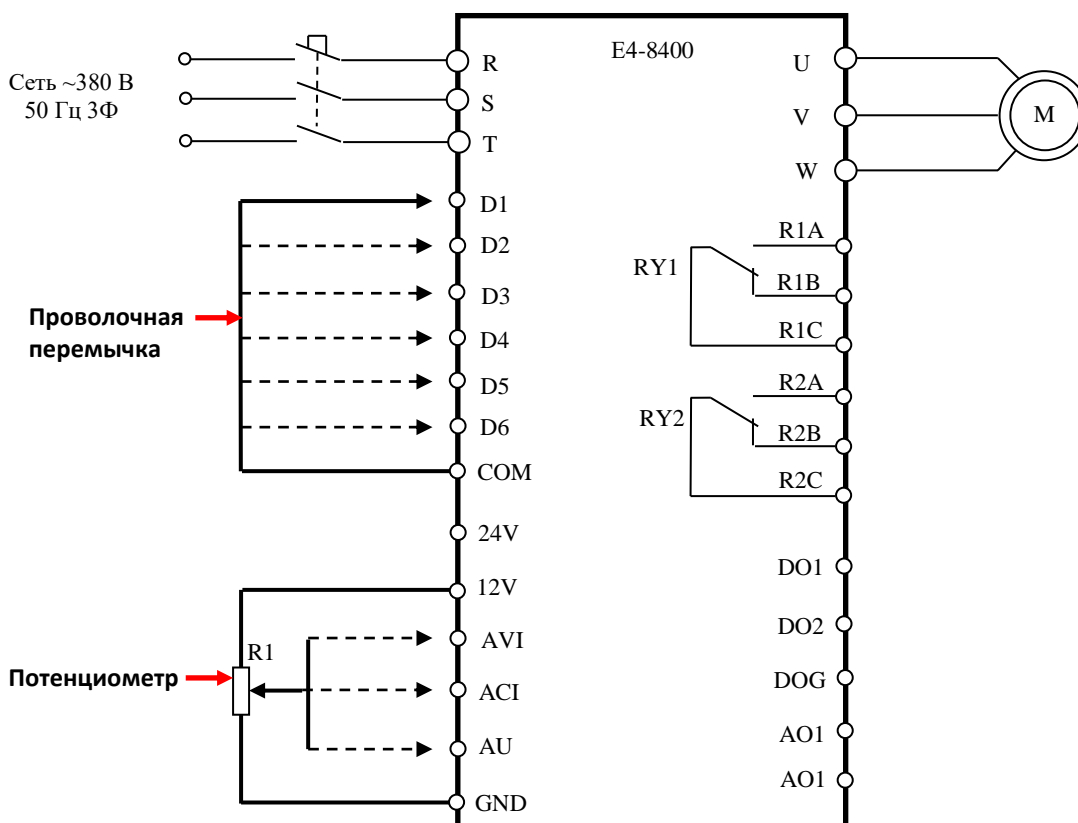
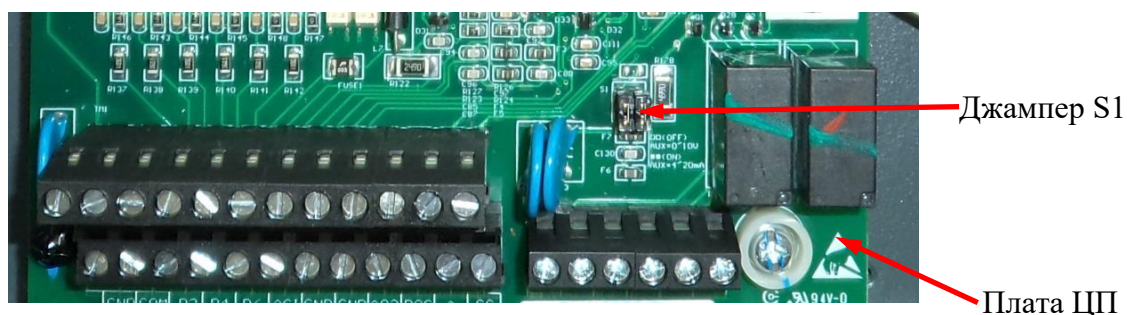

Рис.4.11
Рис.4.15
4.11.1. Подключить электродвигатель к выходным клеммам U, V, W (рис.4.11).
4.12.1. Присоединить один конец проволочной перемычки к клемме COM. Крайние выводы потенциометра присоединить к клеммам 12V и GND (рис. 4.11).
4.12.3. Вывести на дисплей пульта управления отображение состояния дискретных входов (параметр U1-10). Наблюдать индикацию согласно рис. 4.13. Поочередно подсоединяя свободный конец перемычки (см.рис.4.11) к клеммам D1...D6, наблюдать поочередное появление индикации на пульте управления (рис.4.14, а...е).
- 4.12.11. Снять джампер S1 на плате ЦП (рисунок 4.15). С помощью мультиметра измерить сопротивление между клеммами AUX и GND. Значение сопротивления должно быть 20 кОм  $\pm$  5%. Установить джампер S1 на место.
- 4.12.15. Установить значение параметра B1-01=1. Подсоединить провод среднего вывода внешнего потенциометра R1 к клемме AVI (см. рис. 4.11). Вращая ручку внешнего потенциометра из крайнего левого в крайнее правое положение, наблюдать изменение индикации на дисплее пульта управления от 0.00 до 50.00. Отсоединить провод от клеммы AVI.
- 4.12.16. Установить значение параметров B1-01=8. Повернуть ручку внешнего потенциометра R1 в крайнее левое положение (по схеме рис.4.11 движок потенциометра в нижнее положение) и подсоединить его провод среднего вывода к клемме AC1. Индикация на дисплее пульта управления должна быть 0.00. Медленно вращая ручку внешнего потенциометра от крайнего положения, наблюдать изменение индикации на дисплее пульта управления от значения 0.00 в сторону увеличения до значения 50.00. Отсоединить провод от клеммы AC1.
- 4.12.17. Снять джампер S1 на плате ЦП (рис. 4.15). Установить значение параметра B1-01=7. Подсоединить провод среднего вывода внешнего потенциометра R1 к клемме AUX (см. рисунок 4.11). Медленно вращая ручку внешнего потенциометра от крайнего положения, наблюдать изменение индикации на дисплее пульта управления от